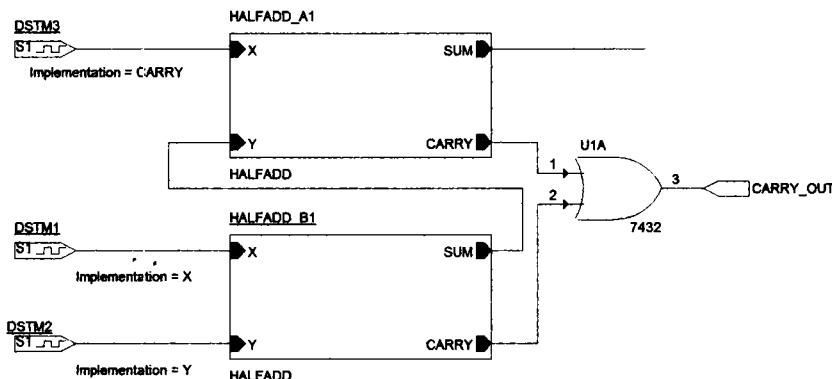

Рис. 18.15. Добавление выходного порта CARRY\_OUT
22. Выберите Place Part, чтобы добавить выходной порт CARRY\_OUT на выходе логического элемента ИЛИ (рис. 18.15). Для этого:
- поместите выходной порт, как показано на рис. 18.15;